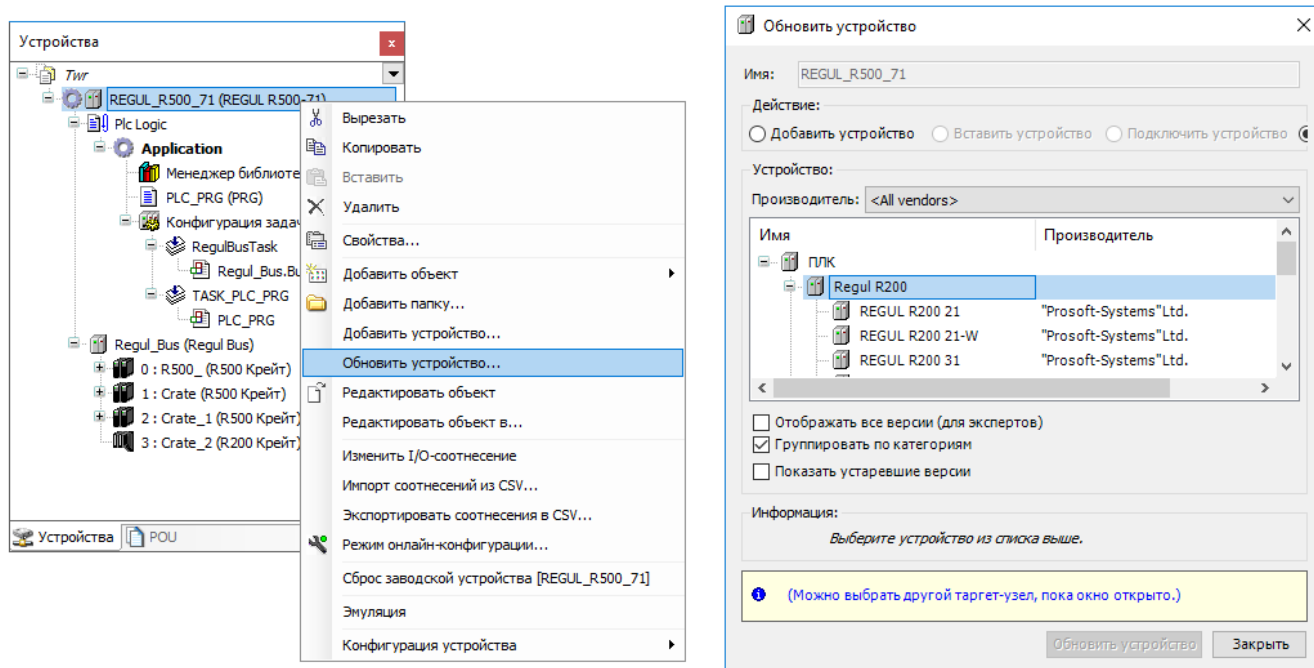

Рисунок 46 – Обновление устройства
- замените контроллер (головное устройство в дереве устройств) – в контекстном меню выберите пункт **Обновить устройство...**. Откроется окно **Обновить устройство**, где в списке выберите новый контроллер, нажмите кнопку **Обновить устройство** (Рисунок 46). Закройте окно;